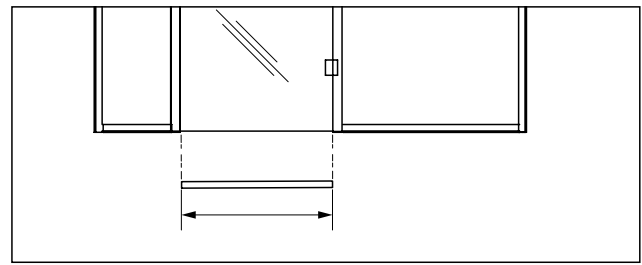

Abb. 6 Die Breite der Absenkündigung mit der Breite der Glastür auf der Bandseite abgleichen
2. Sicherstellen, dass die Absenkündigung der Breite der Tür auf der Bandseite entspricht (Abb. 6).